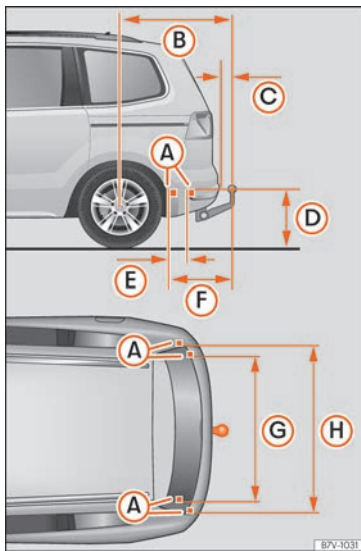

Fig. 282 Tolleranze e punti di fissaggio per l'installazione successiva di un dispositivo di traino.
In ogni caso, per il montaggio di un dispositivo di traino è necessario rispettare le tolleranze di accoppiamento. La distanza tra il centro del giunto e la carreggiata »» fig. 282 (D) non dovrà mai essere inferiore a quella indicata. Questa norma è valida anche per un veicolo a pieno carico, compreso il carico statico verticale.
Tolleranze di accoppiamento »» fig. 282: